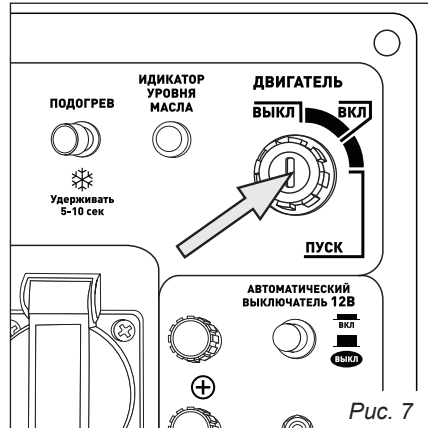

Рис. 7
- Переведите ключ зажигания в положение «ВКЛ» (рис. 7)